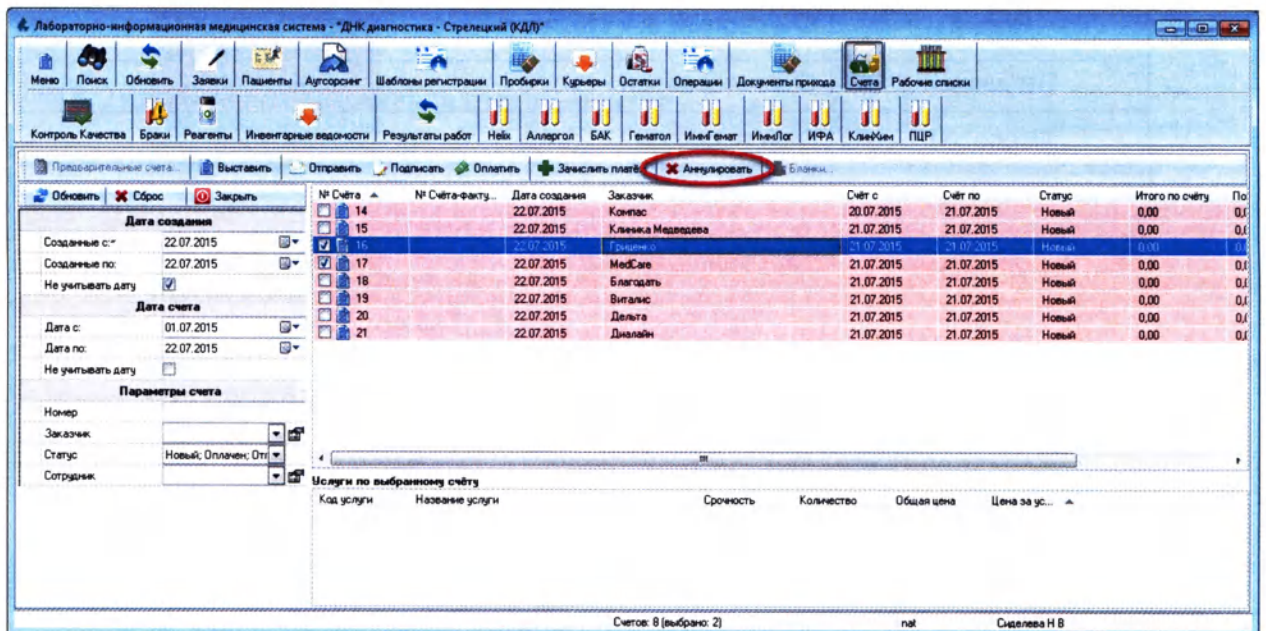

Рисунок 10.13
6. Чтобы перевести выбранные счета в состояние **«Аннулирован»**, нажмите кнопку **«Аннулировать»** (Рисунок 10.13):